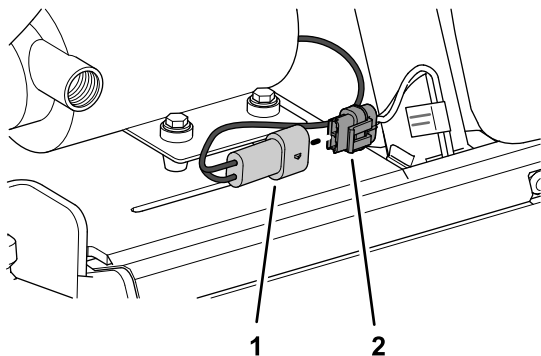

Figura 25
4. Rimuovete il coperchietto antipolvere dal connettore elettrico a 2 prese del cablaggio della macchina indicato come POMPA DI LAVAGGIO (Figura 25).
5. Collegate il connettore a 2 pin del cablaggio della pompa del serbatoio di lavaggio nel connettore a 2 prese del cablaggio della macchina indicato come POMPA DI LAVAGGIO (Figura 25).